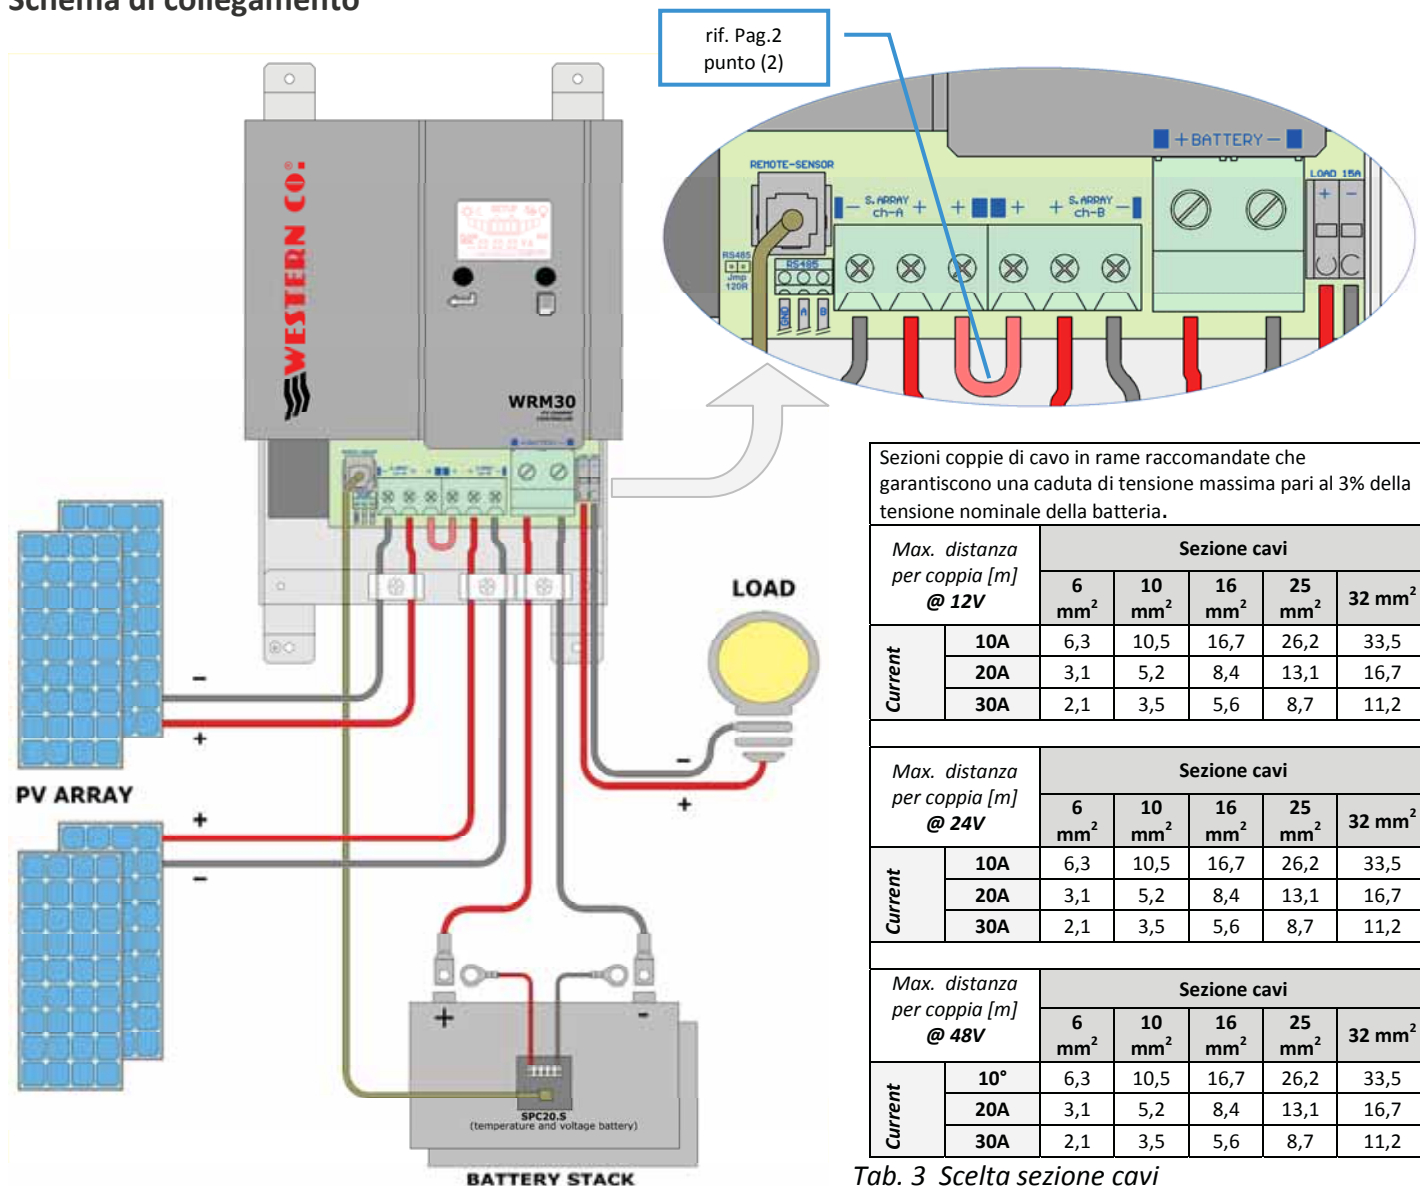

Fig. 2 Schema di collegamento
- 3) Collegare nell'ordine: carico, sonda per misura temperatura e tensione batteria (in dotazione), modulo PV, e per ultimo la batteria come nello schema *fig. 2*. Alla connessione della batteria il regolatore si accende e inizia a funzionare. Le sezioni di cavo debbono essere scelte in modo che in ogni tratto di cavo la massima caduta di tensione ammessa sia minore del 3% della tensione nominale del sistema. (Tab. 3)